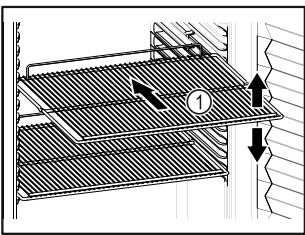

Fig. 82 Примерное изображение
- ❑ Если полки для хранения Fig. 82 (1) можно переставлять, отрегулируйте высоту их установки.